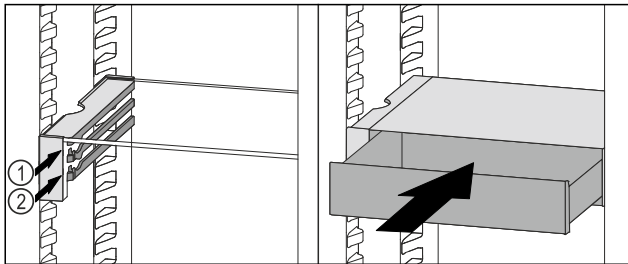

Fig. 89
- ▶ Coloque el cajón VarioSafe en la nervadura deseada Fig. 89 (1) o Fig. 89 (2) detrás de los topes.